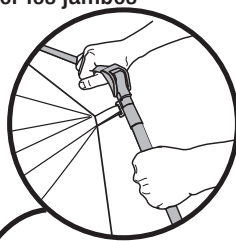

Fig. 4
- Replier les jonctions se trouvant dans les coins et les côtés de la tente. (Fig. 4)